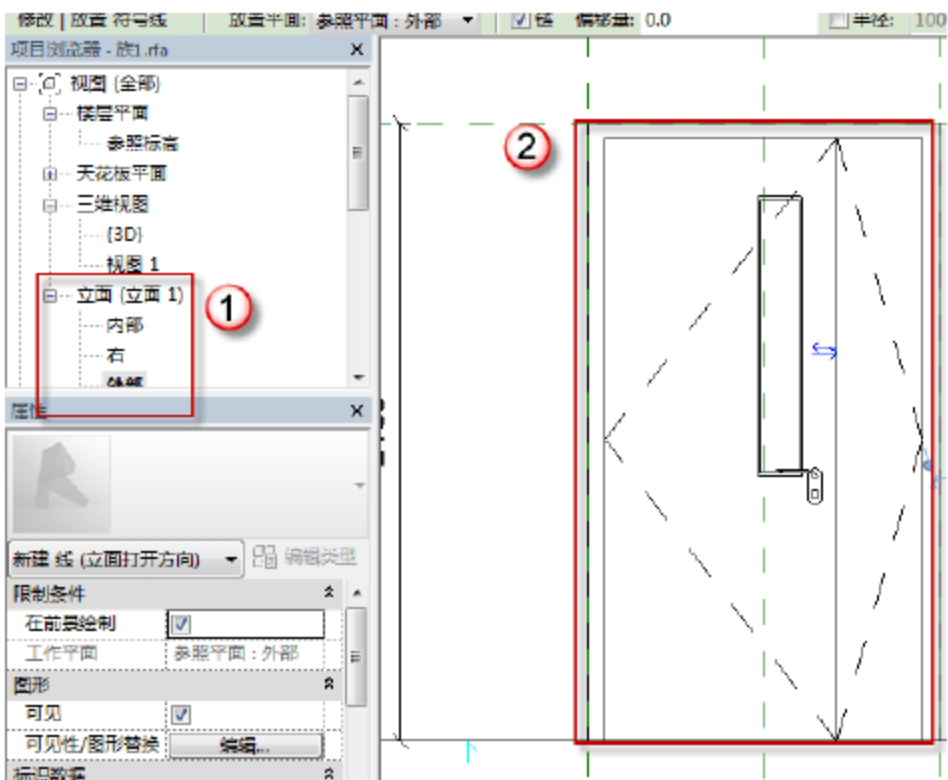

图 6.1.115 绘制子母门 M1221 的立面打开方向
(33) 绘制子母门 M1221 的立面打开方向。选择“项目浏览器”中的“立面（立面 1）”→“外部”选项，进入门的外部立面视图。选择“注释”→“符号线”命令，将“子类别”改为“立面打开方向（投影）”，绘制如图 6.1.115 所示门的“打开方向”符号线。